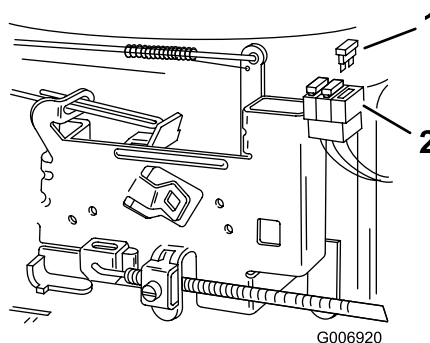

Figure 29
1. Pour remplacer un fusible, tirez dessus pour l'enlever de son emplacement (Figure 29).